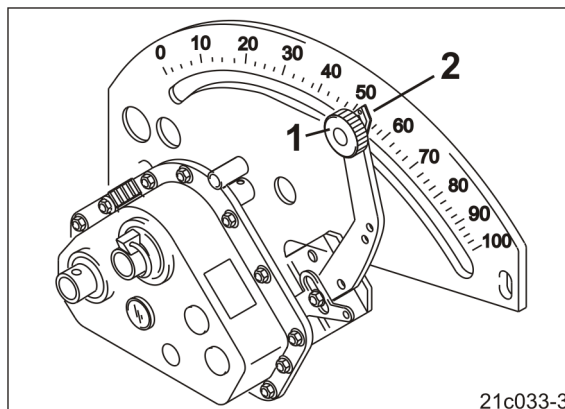

Fig. 221
4. Den Zeiger (Fig. 221/2) des Getriebehebels auf den Getriebe-Einstellwert 100 stellen.
5. Den Arretierknopf (Fig. 221/1) festziehen.